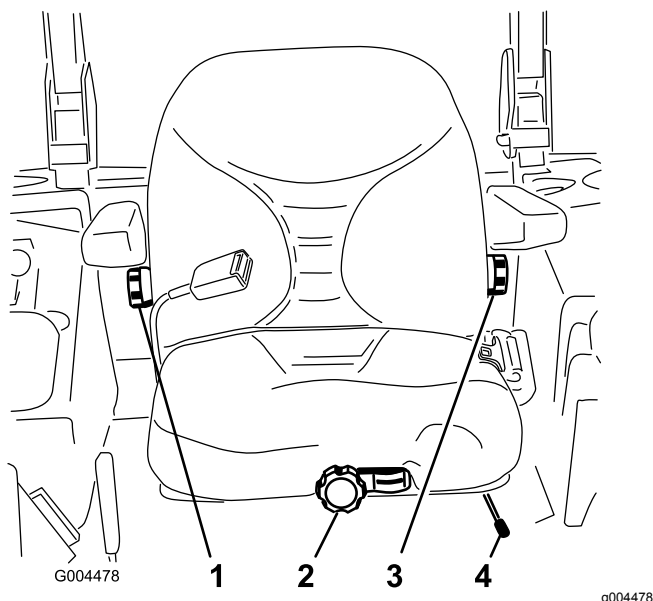

Figure 17
1. Poussez le levier de réglage de côté pour débloquer et régler le siège (Figure 17).
Sans vous asseoir sur le siège, tournez le bouton avant dans un sens ou dans l'autre pour obtenir la position la plus confortable (Figure 17).
Pour ce faire, tournez le bouton situé sous l'accoudoir droit dans un sens ou dans l'autre pour obtenir la position la plus confortable (Figure 17).
Pour ce faire, tournez le bouton situé sous l'accoudoir gauche dans un sens ou dans l'autre pour obtenir la position la plus confortable (Figure 17).